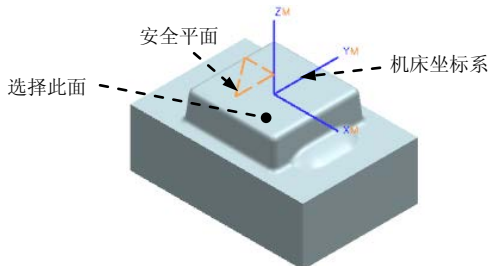

图 4.4.11 创建机床坐标系及安全平面
Step3. 单击“CSYS”对话框  区域中的“点对话框”按钮 ，在“点”对话框的  文本框中输入值 0.0，在  文本框中输入值 0.0，在  文本框中输入值 50.0，单击  按钮，然后单击“CSYS”对话框中的  按钮，返回到“Mill Orient”对话框，完成图 4.4.11 所示的机床坐标系的创建。
Step4. 创建安全平面。在  区域的安全设置选项  下拉列表中选择  选项，单击“指定安全平面”按钮 ，选取图 4.4.11 所示的模型平面为参照，在  文本框中输入值 90.0，单击“平面构造器”对话框中的  按钮，完成图 4.4.11 所示的安全平面的创建，然后在“Mill Orient”对话框中单击  按钮。